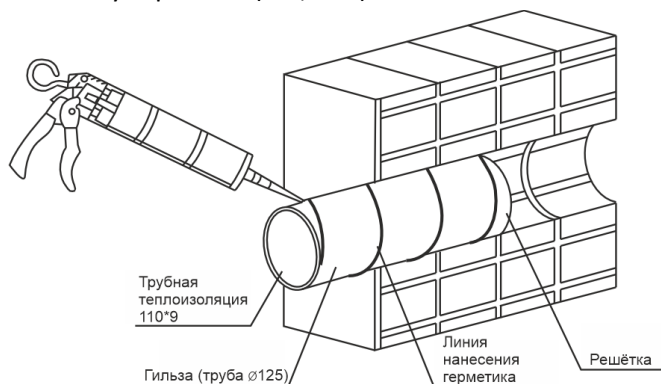

Рис. 4 Вариант установки гильзы с нанесением герметика
2. Нанести на гильзу герметик (см. рис. 4)
В дополнительное меню, рис. 4, можно попасть удержанием кнопки МЕНЮ «≡» находясь на основном экране выбора скорости вентилятора или задания температуры подогрева воздуха.